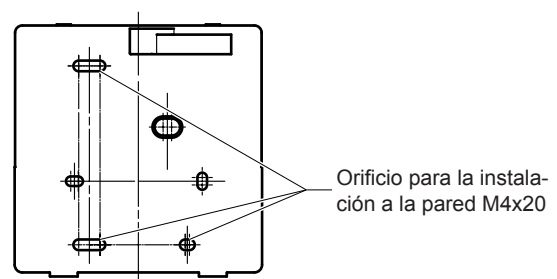

Fig. 5.2
2. Utilice tres tornillos M4x20 para fijar directamente la tapa trasera a la pared (fig. 5.2).